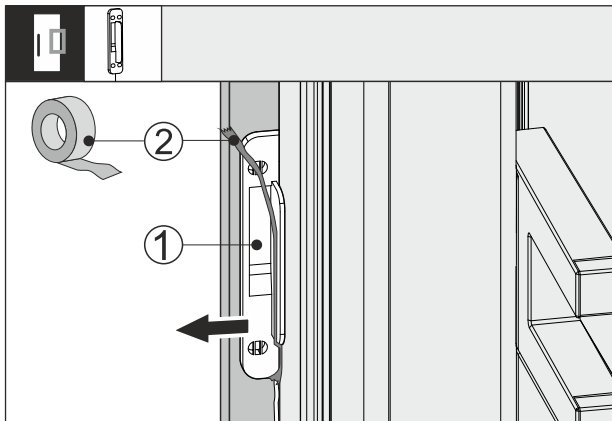

Fig. 65
- Retirer le ruban adhésif Fig. 65 (2) du capteur de frappe Fig. 65 (1).